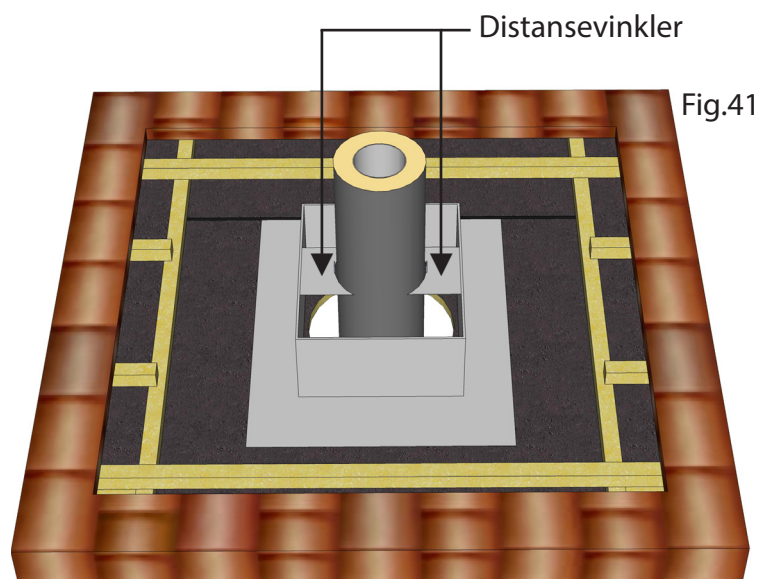

Fig.41
3. Når underbraketten er montert, skal strø og bærelekter spikres eller skrues fast på en slik måte at kondensvann kan renne under lektene og at takbekledningen kan legges tilbake og legges ordentlig (se fig. 41). Det er viktig at takkledningen legges forsiktig tilbake og nær underbeslaget, slik at beslag som skal være på toppen av takkledningen ikke blir ustøtt grunnet manglende hold på undersiden. - derfor bør takstein kuttes for tilpasning, for så nær forbindelse til braketten som mulig. For platetak kan du ta et så smalt hull som mulig i platedelen før den settes sammen igjen over den opp-stikkende skorsteinsmodulen.